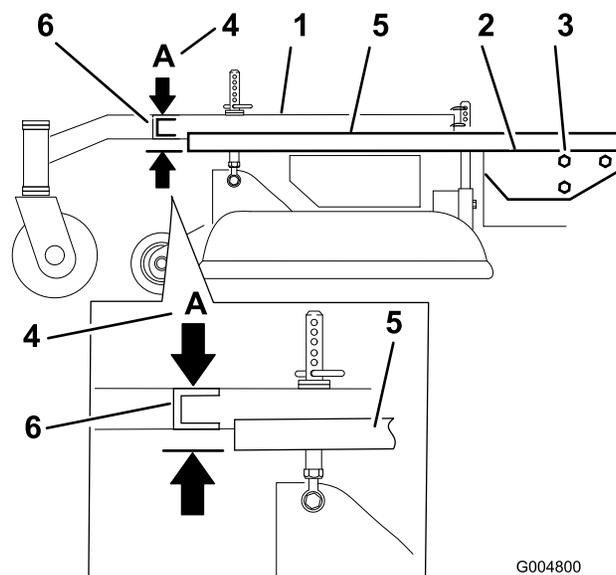

Figure 60
3. Placez une longue planche, ou autre objet similaire, parfaitement droite en haut du plancher moteur, comme illustré à la Figure 60.
4. Au niveau du tube transversal du bâti porteur, mesurez la hauteur au point A (Figure 60). Elle doit être égale à 33 mm (1-5/16 pouce)  $\pm$  6 mm (1/4 pouce).
6. Desserrez les boulons de montage du bâti porteur de chaque côté de la machine (Figure 60).
7. Alignez le bâti porteur et le plancher moteur à la même hauteur qu'au point A, c.-à-d. 33 mm (1-5/16 pouce)  $\pm$  6 mm (1/4 pouce) (Figure 60).